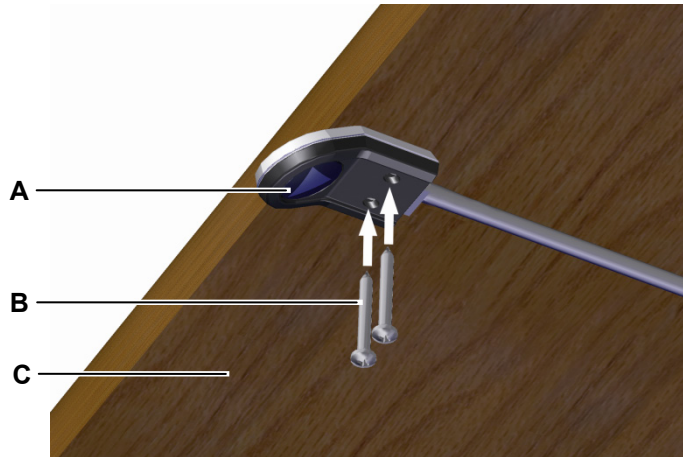

Abbildung 24 Beispiel: Montage des Bedienelements Motion Assist
Das Bedienelement Motion Assist wird mit zwei Schrauben unter dem Tisch (an der Tisch-Vorderkante) montiert, wie in Abbildung 24 gezeigt.
- Beispiel: Verwenden Sie Schrauben (B in Abbildung 24) nach DIN 7981 mit  $\varnothing$  3,9 mm und geeigneter Länge (10 mm + Einschraubtiefe in den Tisch), Schraubenkopf:  $\varnothing$  7,5 mm.